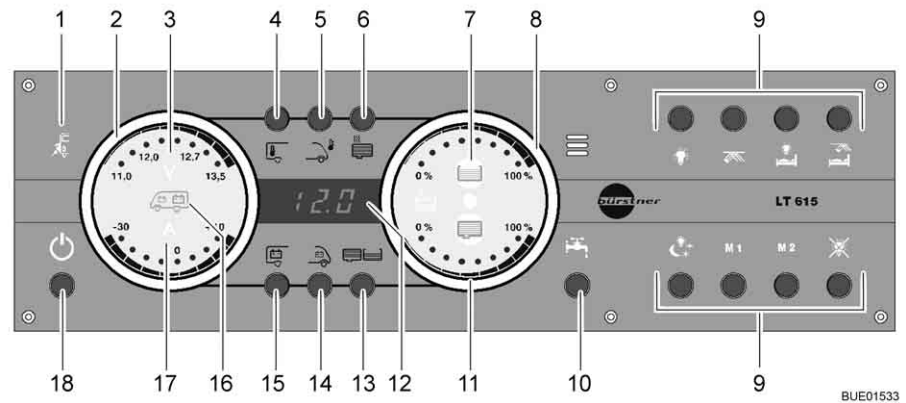

Fig. 159 Painel de controlo LT 615
A luz piloto amarela de 230 V (Fig. 159,1) acende-se, quando à entrada da central elétrica existe tensão de rede. As baterias estão a ser carregadas.
O interruptor principal de 12 V (Fig. 159,18) liga e desliga o painel de controlo e a alimentação de 12 V do habitáculo.
- Prima por breves instantes a tecla da alimentação de 12 V (Fig. 159,18). É ligada a alimentação de 12 V do habitáculo. A indicação de controlo "12 V" acende-se.
- ▷ Quando depois da ligação, o LED "11,0" da indicação da voltagem assim como o símbolo Volt "V" (Fig. 159,3) ficam a piscar no indicador das baterias (Fig. 159,2), então é porque a tensão da bateria do habitáculo está baixa. Carregue a bateria.
- ▷ Quando depois da ligação a indicação de controlo "12 V" e o símbolo Volt "V" (Fig. 159,3) piscam três vezes, então é porque está ativada a separação da bateria. Desative a separação da bateria.
- ▷ Quando o painel está desligado e o símbolo "V" (Fig. 159,3) pisca com luz vermelha, então é porque a bateria está descarregada. Para proteger a bateria de descarregamento total, o painel não pode ser então ligado. Carregue a bateria tão depressa quanto possível.
- Prima por breves instantes a tecla da alimentação de 12 V (Fig. 159,18). É desligada a alimentação de 12 V do habitáculo. A indicação de controlo "Alimentação de 12 V" apaga-se.
- Prima a tecla da bateria do habitáculo (Fig. 159,15) e mantenha-a premida durante aprox. 10 segundos. O símbolo Volt "V" (Fig. 159,3) e a indicação de controlo "12 V" piscam três vezes. A bateria do habitáculo fica desligada da rede elétrica de 12 V.
- Prima a tecla da alimentação de 12 V (Fig. 159,18) e mantenha-a premida durante aprox. 5 segundos. O símbolo Volt "V" (Fig. 159,3) e a indicação de controlo "12 V" piscam três vezes. A bateria do habitáculo está ligada à rede elétrica de 12 V. A indicação de controlo acende-se passados aprox. 5 segundos.
- Prima a tecla Bateria do habitáculo (Fig. 159,15). O símbolo Volt "V" (Fig. 159,3) acende-se. O símbolo Ampere "A" (Fig. 159,17) acende-se de acordo com o nível de carga ou de descarga com luz branca ou vermelha. A tensão da bateria e a corrente da bateria do habitáculo são indicadas através dos LEDs no indicador. A capacidade restante da bateria do habitáculo é indicada em percentagem no Display.
- Prima a tecla Bateria de arranque (Fig. 159,14). O símbolo Volt "V" (Fig. 159,3) acende-se. A tensão da bateria de arranque é indicada através dos LEDs no indicador.
- Prima a tecla Reservatórios (Fig. 159,13). Os símbolos do reservatório de água (Fig. 159,7) e do reservatório de águas residuais (Fig. 159,11) acendem-se. Os níveis de enchimento do reservatório de água (escala superior) e o do reservatório de águas residuais (escala inferior) são indicados por meio de LEDs no indicador.
O símbolo Reservatório de água (Fig. 159,7) ou o símbolo Reservatório de águas residuais (Fig. 159,11) pisca, quando o reservatório de água está vazio, ou o de águas residuais está cheio.